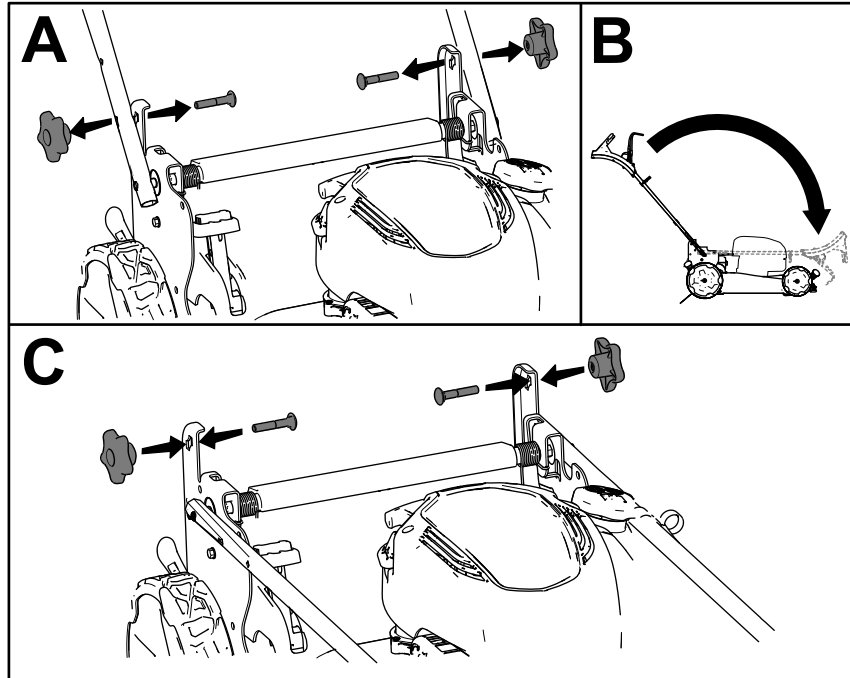

Figure 19
1. Retirez et conservez les 2 boutons et les 2 boulons de carrosserie des supports du guidon (A de Figure 19).
2. Repliez le guidon en le faisant pivoter en avant (B de Figure 19).
3. Montez et serrez légèrement les boutons et les boulons de carrosserie sur les supports du guidon (C de Figure 19).